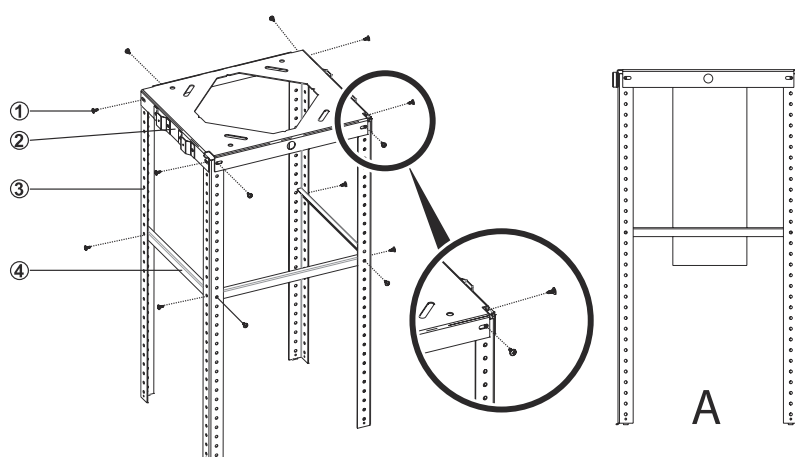

Fig. 9
1. ➤ Montér nu stængerne (3) på loftflancen (2) ved at skrue dem fast med 8 stk 3,5 x 9,5 skruer (1). Bemærk hakken i stængerne skal passe loftflancen (Fig. 9).
2. ➤ Stabiliseringsbeslaget skal monteres imellem stængerne (4) med 6 stk 3,5 x 9,5 skruer (1) (Fig. 9).
3. ➤ Tilslut nu aftrækskanalen til emhættens aftræk (Fig. 9/A).